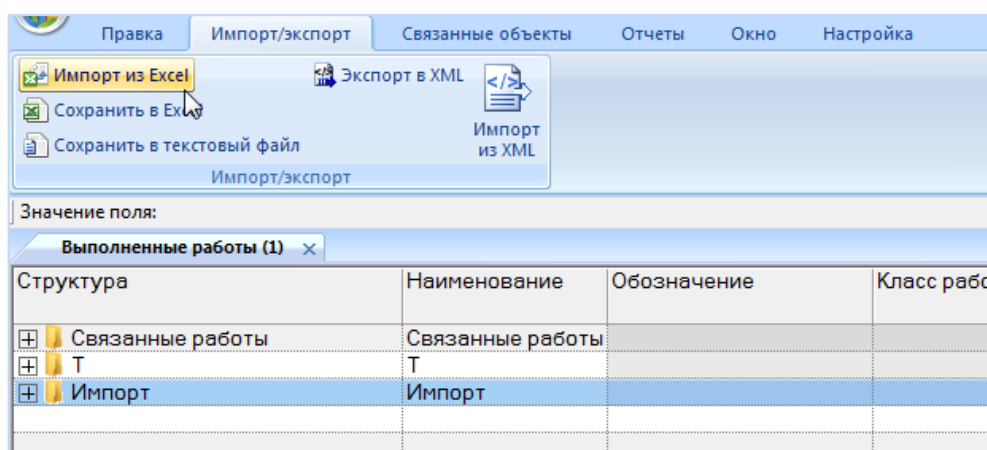

Рис. 13-496 – Импорт выполненных работ из файла Excel
4) Нажать кнопку «Сохранить в Excel» панели «Импорт/Экспорт» (рис. 13-496). При необходимости сохранения данных по выполненным работам в другом формате используются функции кнопок «Экспорт в XML» или «Сохранить в текстовый файл» (формат xml и csv соответственно).